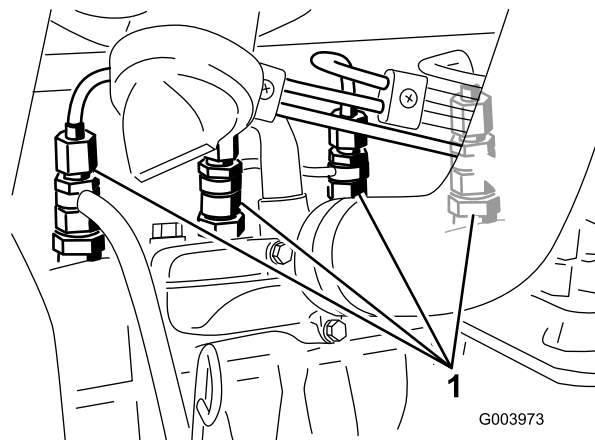

Figura 56
1. Liberte a tubagem que se encontra ligada ao injektor nº 1 e à estrutura de suporte da bomba de injeção (Figura 56).